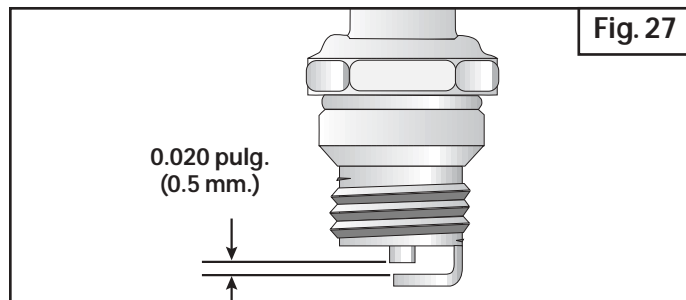

Fig. 27
3. Cambie las bujías que estén rajadas, sucias o deterioradas. Fije la separación de aire a **0.020 pulgadas (0.5 mm)** utilizando un calibrador (Fig. 27).